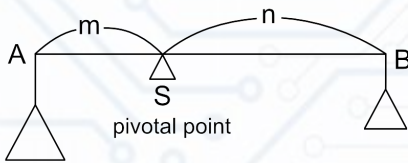

Fig. 1: Representation of a binary alloy
Un alliage de deux métaux (A et B) s'appelle un alliage binaire dont la composition peut être représentée comme une ligne. Prenons un alliage qui se compose d' $X$  grammes de métal A et d' $Y$  grammes de métal B (Figure 1). Aux deux extrémités de la ligne AB sont suspendus les poids  $X$  g et  $Y$  g. Le système est en équilibre lorsque la ligne est soutenue au pivot (S). Dans cette situation, la formule suivante est vraie pour les segments  $m$  et  $n$ , séparés par S :